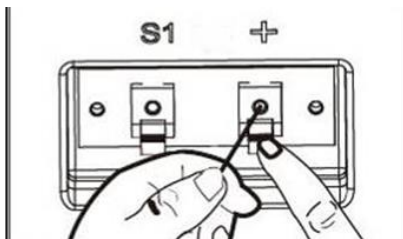
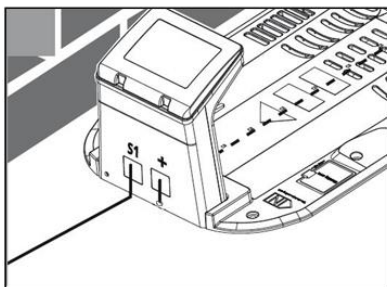

Fig.19B
Fig.19C
2. Cablul care duce către partea din față a stației de încărcare trebuie să fie montat pe sub acesta, folosind suporturile de cablu de pe partea inferioară a stației. Conectați-l la conectorul marcat „+”iar cablul de delimitare , conectați-l din spate la conectorul marcat „S1” (Fig.19B/Fig.19C).